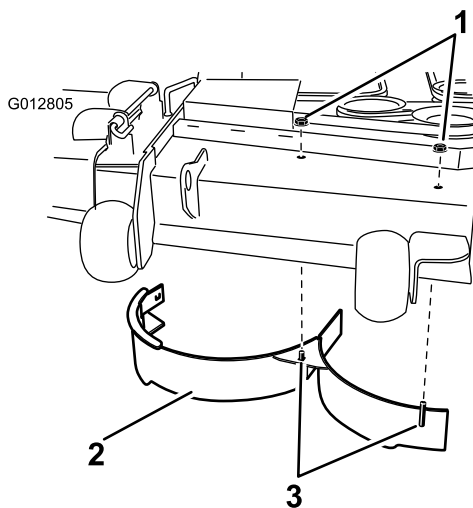

Figura 2
1. Montate il deflettore destro utilizzando i 2 dadi (5/16"), come illustrato nella Figura 2. Serrate i dispositivi di fissaggio manualmente.